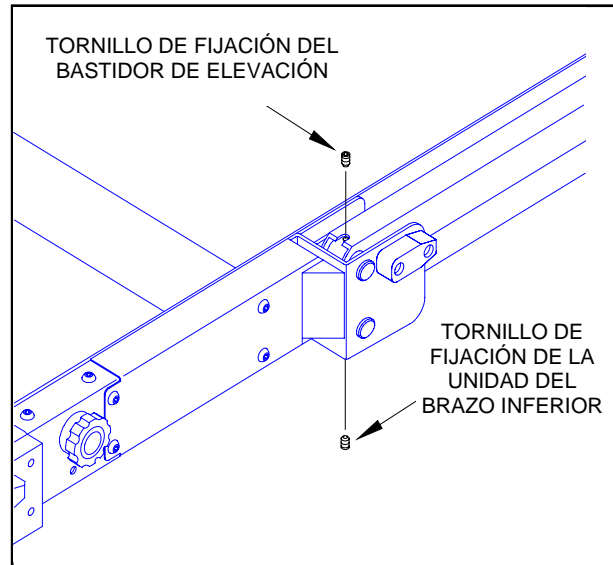

FIGURA 4-11: BASTIDOR DE ELEVACIÓN Y TORNILLOS DE FIJACIÓN DEL BRAZO INFERIOR
- b. Consulte la **Figura 4-11** .Retire los tornillos de sujeción del bastidor de elevación y del brazo inferior situados a ambos lados de la plataforma.